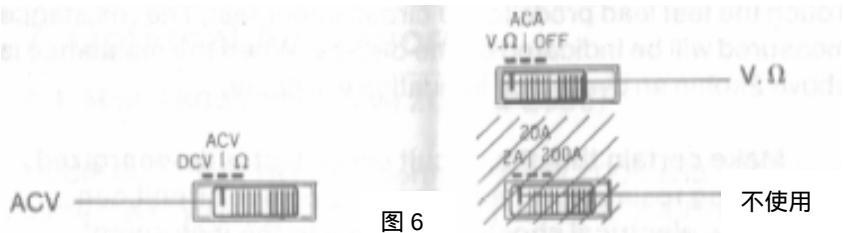

图 6
(3) 测量时使测试探棒碰触电路 , 显示屏显示直流电压值 , 当获得一个负读数时 , 若得到负 (-) 读数 , 电路中存在负极电压 , 如图 6 所示红色测量导线接触电路。
(1) 设置功能开关 , 如图 6 所示